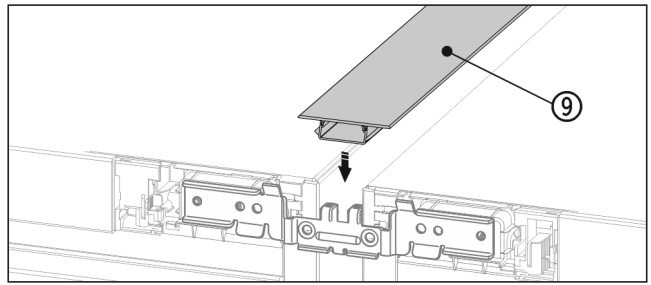

Fig. 21 *
- Sul lato superiore premere il listello superiore Fig. 21 (9) corto nella fessura orizzontale.*